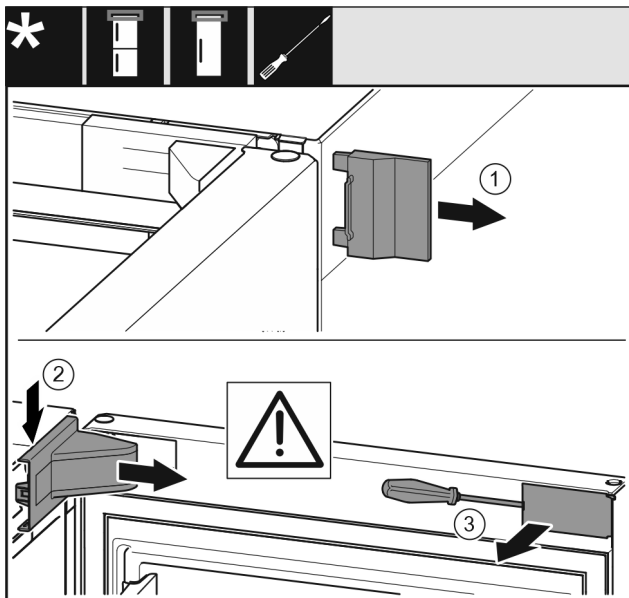

Fig. 8
- Vegye le a külső fedelet Fig. 8 (1).
- Pattintsa ki és vegye le a csapágybak fedelét Fig. 8 (2).
- Pattintsa ki a takarólemezt Fig. 8 (3) lapos csavarhúzóval, és fordítsa oldalra.